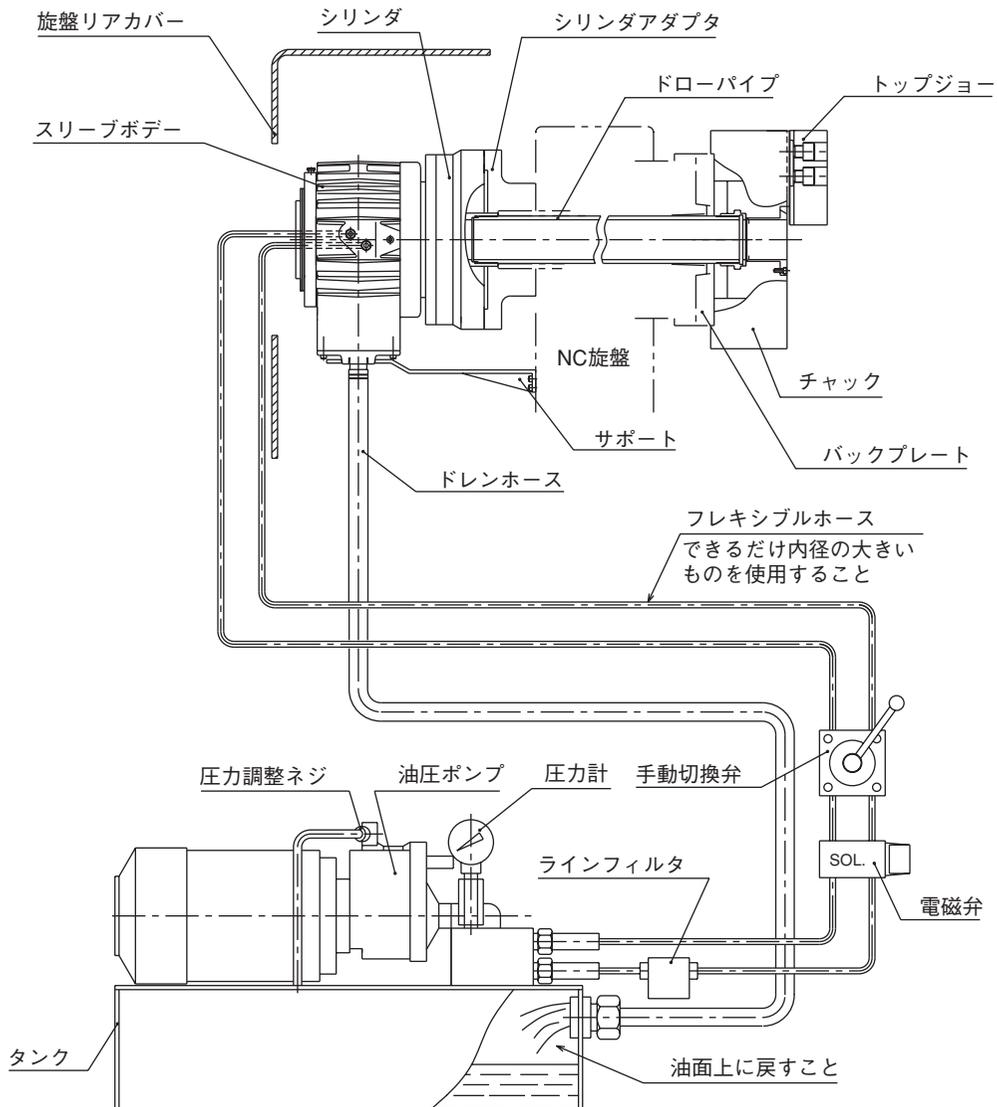

図 10
- ・ドレンは必ず油圧ユニットの油面上に戻すこと。（図10 参照）